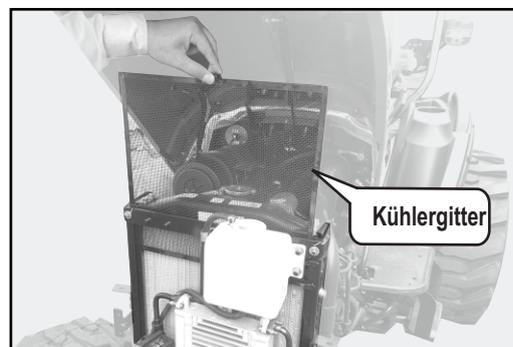

Abb. 5.6d
5.6.4 Reinigung der Kühlergitter (Abb. 5.6d)